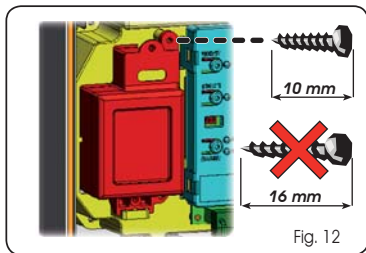

Fig. 12
2. Introduire la batterie dans le logement qu'on vient de créer et la fixer aux supports spécifiques d'ancrage (Fig.12).